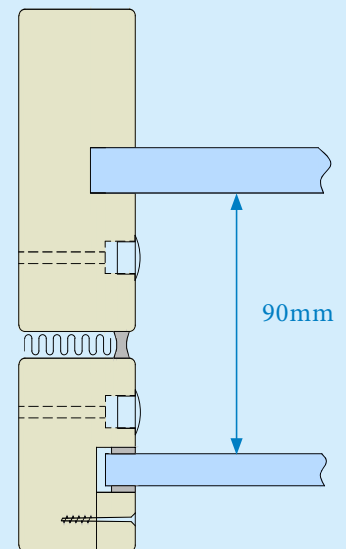

Fig. 4
**Tabell 4** 90 mm. avstand mellom glass (Fig. 4)